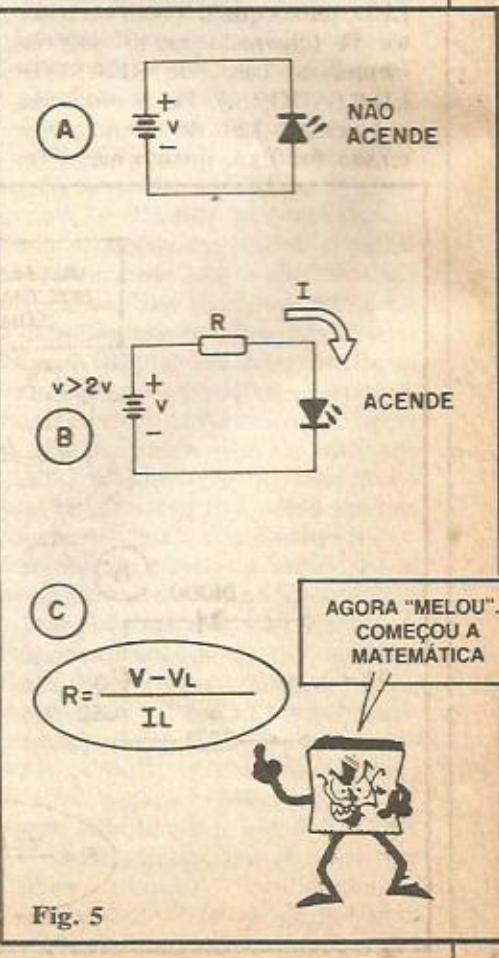

Fig. 5
**- FIG. 5-A** - Recapitulando: quando inversamente polarizado, o LED não acende. Além disso, se a tensão V for maior do que o limite VR (máxima tensão reversa), o LED não acenderá "nunca mais" (lixo com ele...).
**- FIG. 5-B** - Para acender um LED, precisamos de um fonte de corrente cuja tensão seja superior (ou pelo menos igual...) ao parâmetro de VL (tensão direta), que já pa-
FIG. 5-C - A formuleta, para todo mundo guardar direitincho... Voltando ao exemplo (fig. 5-B), se a tensão disponível for de 6V, e a corrente de funcionamento forem os típicos 20mA, o cálculo ficará assim: